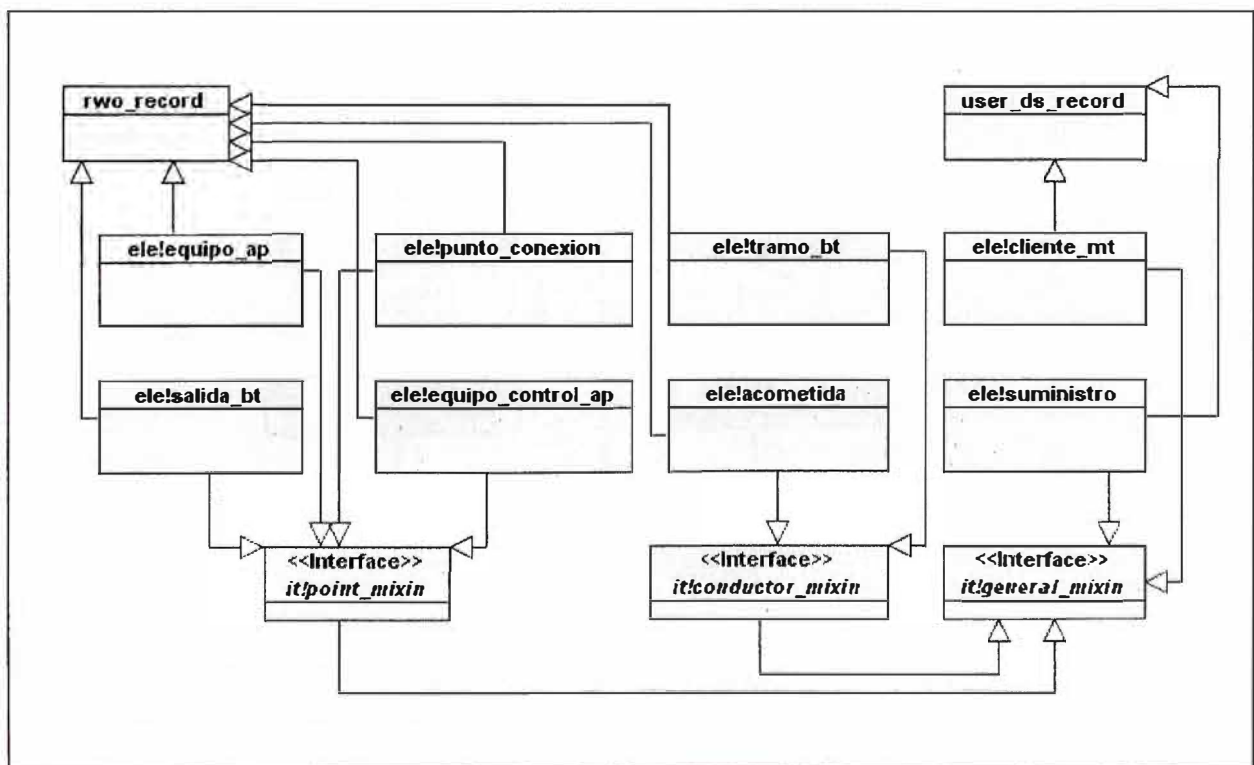

Figura 5.6 Clases de las Instalaciones de Baja Tensión
- Clases de las Instalaciones de Baja Tensión (figura 5.6)